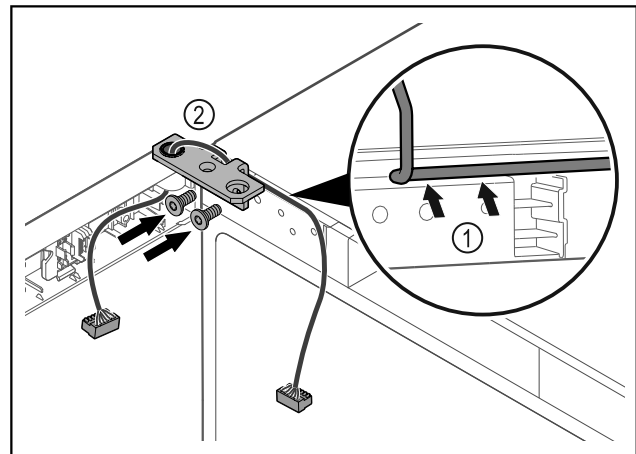

Fig. 44
- ▶ Faire passer le câble avec précaution par le trou de l'équerre de charnière Fig. 44 (1).
- ▶ Visser l'équerre de charnière Fig. 44 (2).